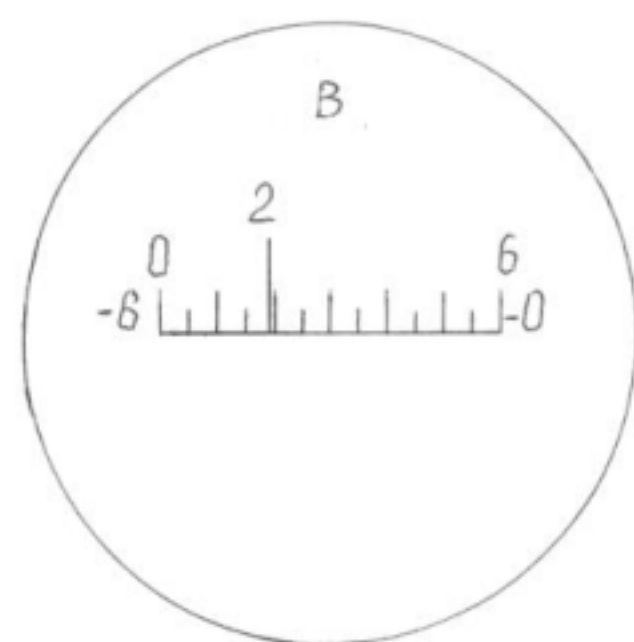
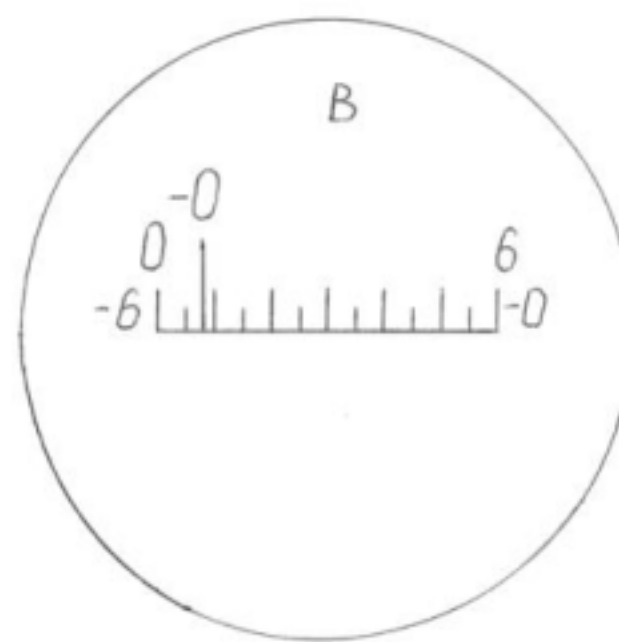

Рис. 11.
Рис. 12.
• количество минут считывается с шкалы от ее нуля до градусного штриха вертикального круга. При этом, если градусный штрих вертикального круга положителен, то количество минут считается слева направо от нуля до градусного штриха, и прибавляется к градусам. Отсчет будет положительным. Например, на рис. 11 отсчет равен $+2^\circ 19'$. Если градусный штрих вертикального круга отрицателен, то количество минут считается справа налево от -0 до градусного штриха и прибавляется к градусам; отсчет будет отрицательным. Например, на рис. 12 отсчет равен $-0^\circ 52'$.